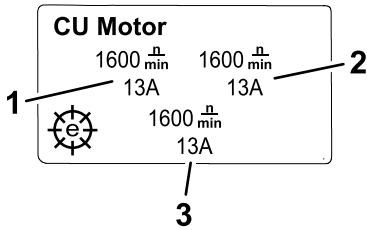

Figura 21
- **Schermata delle informazioni del motore CU** (Figura 21): mostra la velocità e la corrente di ciascun motore dei cilindri.